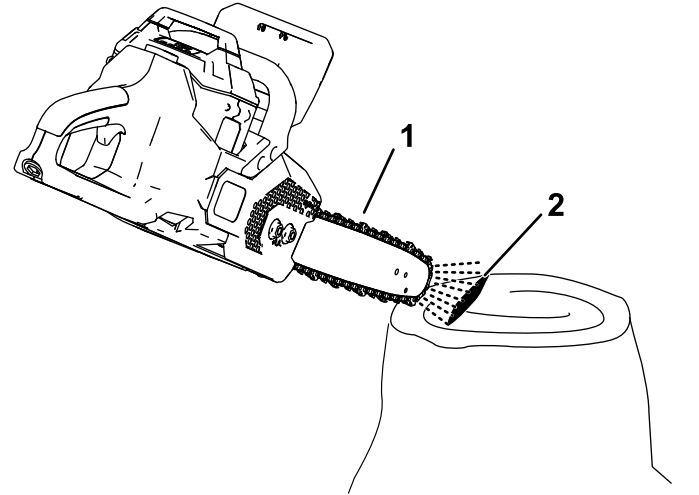

Figura 26
2. Para se assegurar de que o óleo está a fluir para a corrente, aponte a extremidade da motosserra para uma superfície (por exemplo, papel, cartão, um tronco) e faça funcionar a motosserra; deve observar uma ligeira pulverização de óleo na superfície (Figura 26).